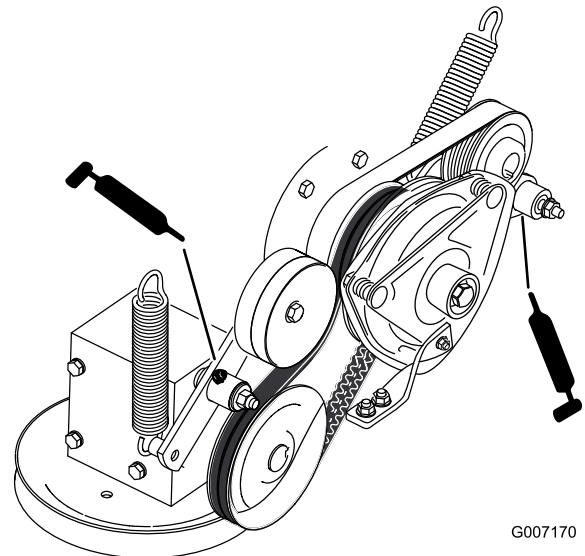

Figure 32
- Graissez le bras de la poulie de tension de la courroie d'entraînement de PDF (Figure 32).
- Graissez le bras de la poulie de tension de la courroie de pompe (Figure 32).